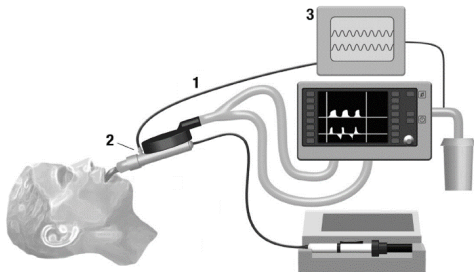

Figura 1
1. Ligue a Linha de Amostragem de Gás (1) à porta de amostragem do monitor de gás dos Sedaconda ACD (2), conforme ilustrado na figura 1. Rode o conector Luer no sentido horário, para obter um ajuste seguro e garantir que não haja fuga de gases no ponto de ligação.
2. Ligue a Linha de Amostragem de Gás (1) ao monitor de gás respiratório (3). Rode o conector Luer no sentido horário, para obter um ajuste seguro e garantir que não haja fuga de gases no ponto de ligação.